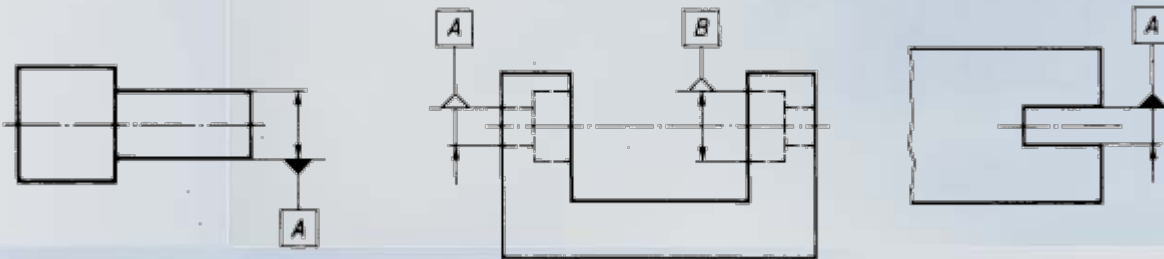

Figura 4.10 Sobre cota
- Sobre la prolongación de una cota si se refiere al eje o plano de simetría (figura 4.10).